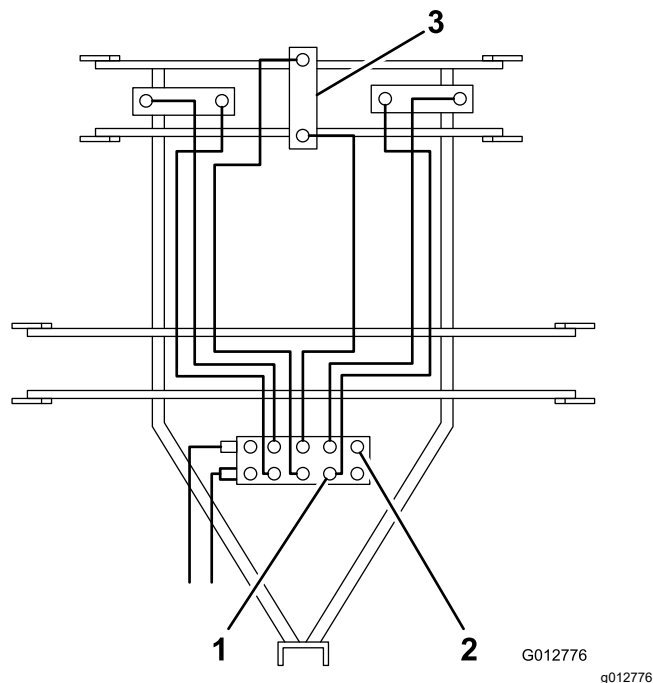

图 34
4. 断开连接到控制阀前排即“A”排的液压软管图 34。将每根软管中的液压油排放到放油盘中然后重新连接到对应的阀门。
5. 断开连接到控制阀后排即“B”排的液压软管图 34。小心地下拉提升臂排空每根管路和油缸直到所有液压油都从软管和油缸中抽出并排放到放油盘中。将软管重新连接到控制阀。